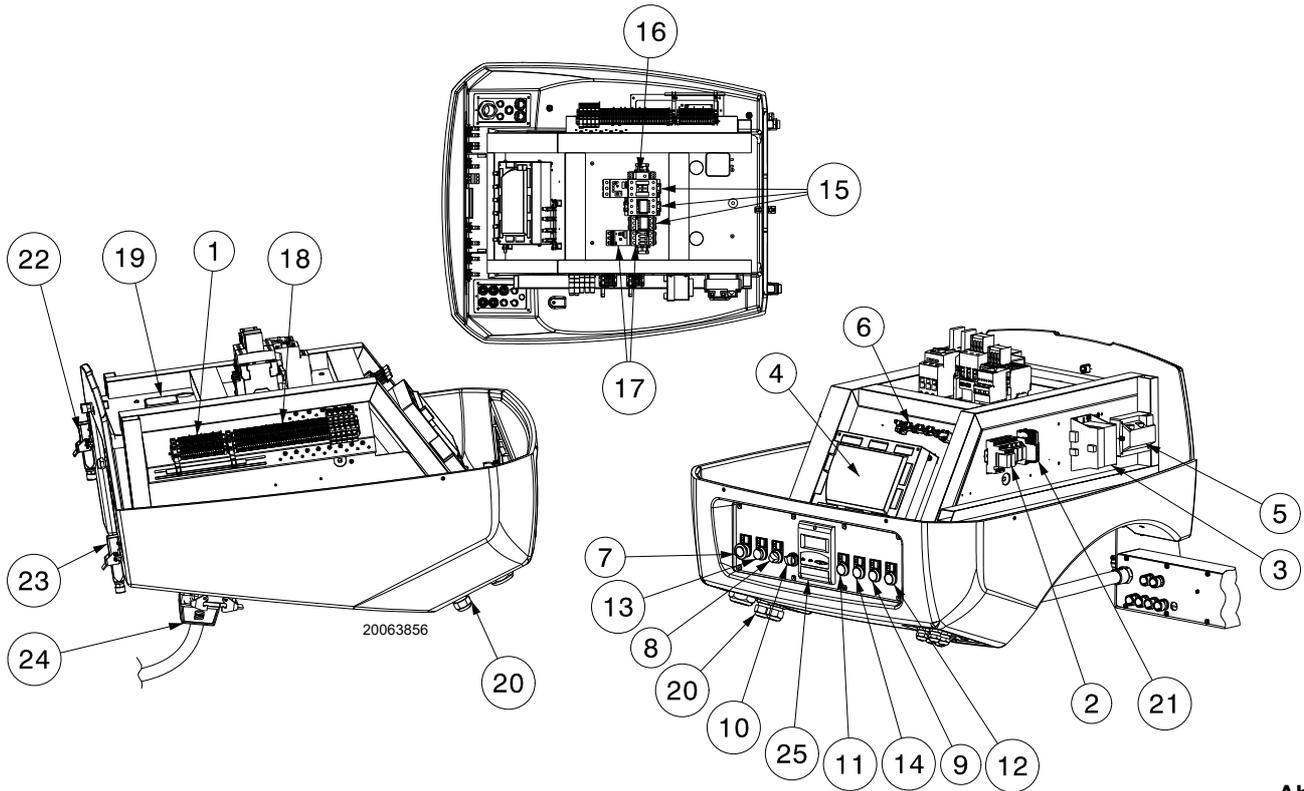

Abb. 5
- **Störabschaltung des Gerätes:** das Aufleuchten der Taste 13)(Abb. 5) (**rote Led**) weist auf eine Störabschaltung des Brenners hin. Zur Entriegelung die Taste 13)(Abb. 5) drücken.